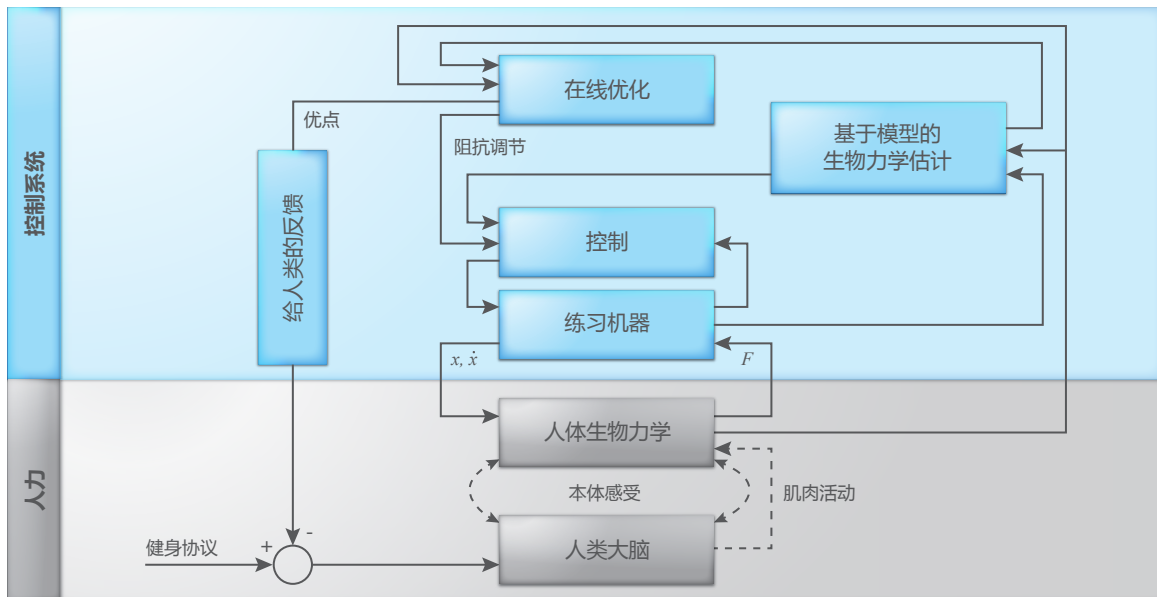

图 2：高级健身器械的功能框图。系统生成线索来在锻炼期间修改人体行为。这些变更以及机器阻抗变化由系统生成来实现最佳性能。
- 使用高于一切的安全标准监控、管理和解决人体和器械目标之间的冲突（图 2）